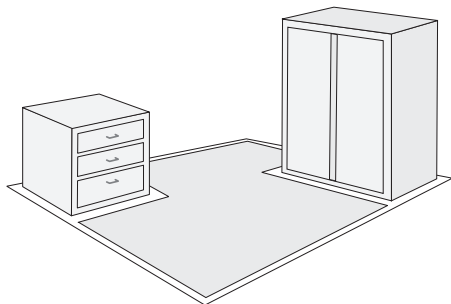

Рис. 10
2. Определите площадь обогрева (вычтите из общей площади помещения места расположения мебели без ножек, бытовой техники и т. д.) (рис. 10).